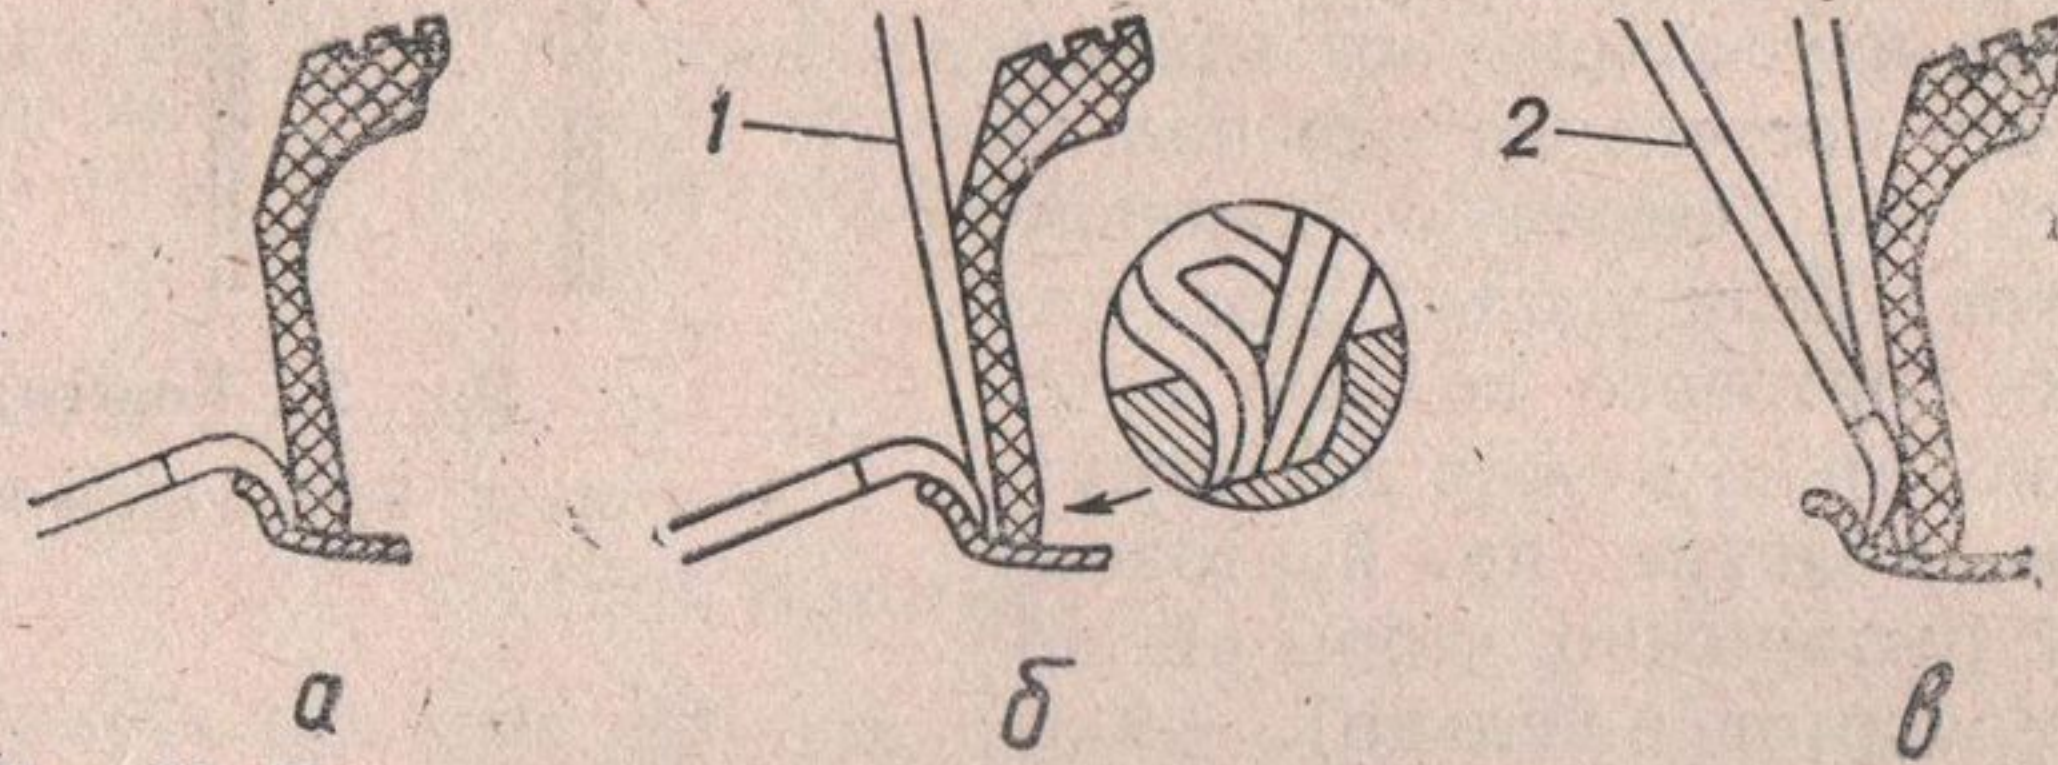

Рис. 23. Последовательность операций при демонтаже шин:
2. Вставить вилочную лопатку между шиной и бортовым кольцом и отжать борт шины последовательно по всему периметру (рис. 23а).
3. В образовавшийся зазор между бортовым кольцом и шиной разместить лопатки таким образом, чтобы прямая лопатка находилась в пазу вилочной (рис. 23б).
Вилочной лопаткой продолжать отжатие борта шины (рис. 23в) до тех пор, пока не будет снят борт шины с конической полки бортового кольца.